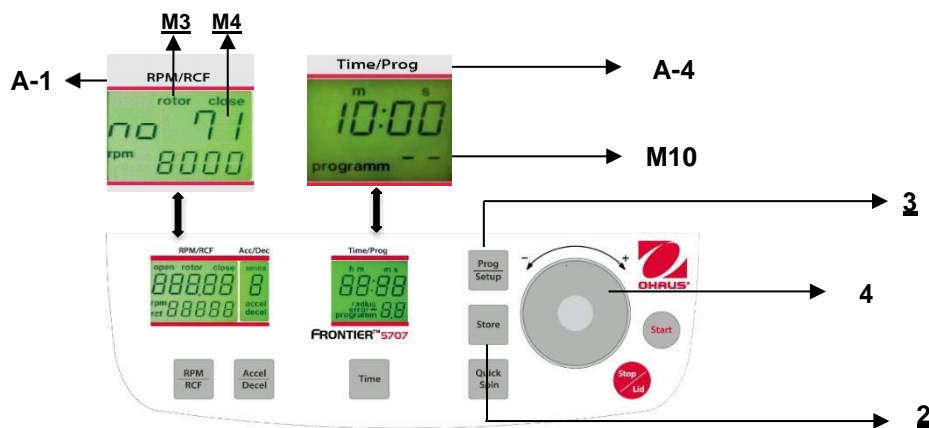

Figura. 23
Para recuperar programas almacenados, presione el botón **"Prog/Setup"** (3) (vea la Figura 23) mientras la tapa está cerrada. En la pantalla **"Time/Prog"** (A-4) aparece **"programm --"**(M10). El número de programa deseado puede preseleccionarse con el dial de ajuste (4).
Para salir del modo de programa, solo presione el botón **"Prog/Setup"** (3) (vea la Figura 23). Entonces, dentro de la pantalla **"Time/Prog"** (A-4) aparece la palabra **"programm"** (M10).